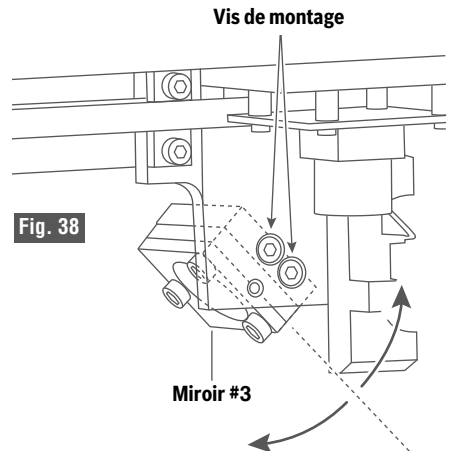

Fig. 38
d. Desserrez les deux vis de montage du miroir N° 3 (Fig. 38) suffisamment pour pouvoir faire tourner la lentille dans le sens du point manquant. Serrez à nouveau tout en tenant la lentille. Les vis ont tendance à faire tourner le miroir dans le sens du serrage.